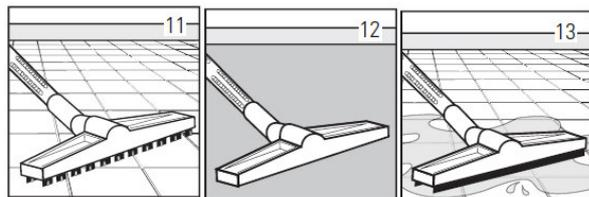

Abb. 11: Betrieb
Schritt 1: Textilfilter in Behälter einsetzen (Pos. 1, Abb.11)
Schritt 2: Papierfilter auf den im Gerät befindlichen Stutzen schieben (Pos. 14, Abb. 11).
Schritt 3: Motorkopf auf Behälter setzen und mit Klammern befestigen (Pos. 3, Abb. 11)
Schritt 4: Schlauch am Saugstutzen anschließen (Pos. 4, Abb. 11)
Schritt 5: Saugrohre auf Saugschlauch stecken (Pos. 5, Abb. 11)
Schritt 6: Entsprechendes Zubehör auswählen und anschließen (Pos. 6, Abb. 11).
Schritt 7: Stecker in Steckdose stecken. Anschließend Gerät einschalten (Pos. 7, Abb. 11)
- Beispiel für den Gebrauch der Fugendüse (Pos. 8, Abb. 11)
- Beispiel für den Gebrauch der Polsterdüse (Pos. 9, Abb. 11)
- Beispiel für den Gebrauch der Rundbürste (Pos. 10, Abb. 11)
- Beispiel für den Gebrauch der Bürste für Bodenreinigung (Pos. 11, Abb. 11)
- Beispiel für den Gebrauch der Bürste für Teppichreinigung (Pos.12, Abb. 11)
Schritt 1: Textilfilter und Filterkartusche abnehmen (Pos. 2, Abb. 11)
Schritt 2: Motorkopf auf Behälter setzen und mit Klammern befestigen (Pos. 3, Abb. 11)
Schritt 3: Schlauch am Saugstutzen anschließen (Pos. 4, Abb. 11)
Schritt 4: Saugrohre auf Saugschlauch stecken (Pos. 5, Abb. 11)
Schritt 5: Anschluss der Wassersaugdüse L (Pos. 6, Abb. 11)
Schritt 6: Stecker in Steckdose stecken. Anschließend Gerät einschalten (Pos. 7, Abb. 11)
- Beispiel für den Gebrauch der Wassersaugdüse (Pos. 13, Abb. 11)